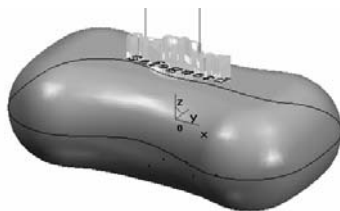

图 3-135 生成刀具轨迹
2) 单击右键后,系统提示“干涉检查面”,直接单击右键即可。单击右键后系统提示“拾取加工边界”,直接拾取上一步选取的文字的边界轮廓线,再单击鼠标右键确认,系统开始计算,稍后得出刀具轨迹如图 3-135 所示。